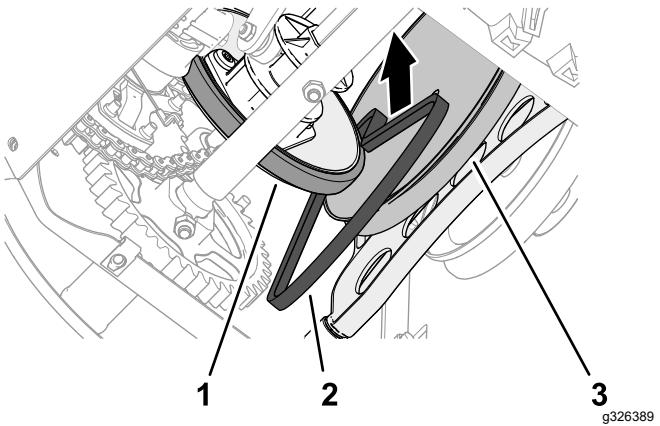

Figura 49
- Deslize a correia de tração entre a roda de tração e a polia de tração e na máquina (Figura 49).